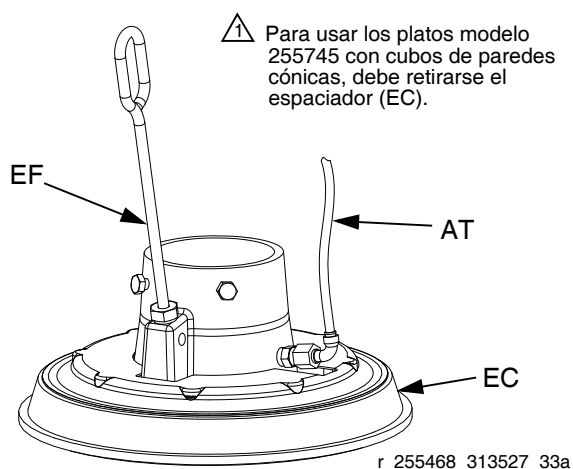

FIG. 15
Consulte la FIG. 15. Si el plato no sale fácilmente del cubo cuando se levanta la bomba, es posible que el tubo auxiliar de aire (F) o la válvula de retención estén obstruidos. Una válvula atascada impedirá que el aire llegue a la parte inferior del plato para ayudarlo a alzarse y salir del cubo.
3. Libere el tubo auxiliar de aire (AT) del plato. Limpie todas las piezas de la válvula y vuelva a armarla.
4. Retire la varilla de purga (EF) del plato. Empuje la varilla de purga a través de los puertos de alivio de purga para eliminar los residuos de material.